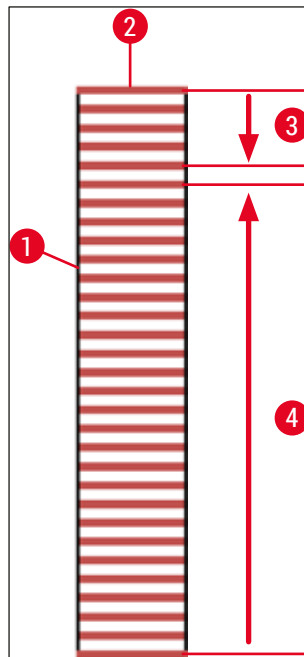

Bild 74
För att förhindra att objektglaset torkar ut under bearbetningen, appliceras alltid täckglaset först på de första fem objektglasen. Därefter flyttas racket uppåt och täckglasappliceringen fortsätter med det sista objektglaset i racket (→ Bild 74).
- Den schematiska bilden (→ Bild 74) av ett rack (→ Bild 74-1) med isatta objektglas (→ Bild 74-2) visar hur ordningsföljden ser ut vid bearbetningen.